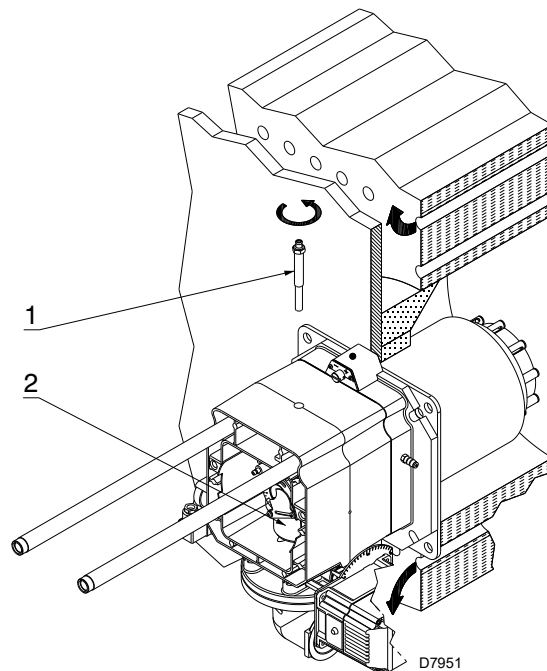

Рис. 14
- отвернуть винт 1)(Рис. 14)
- вынуть внутреннюю часть 2)(Рис. 14) головки и выполнить их настройку.
На этом этапе монтажа головка горения закрепляется на котле, как показано на Рис. 14. Это значительно упрощает ее регулировку, которая зависит только от максимальной мощности горелки.